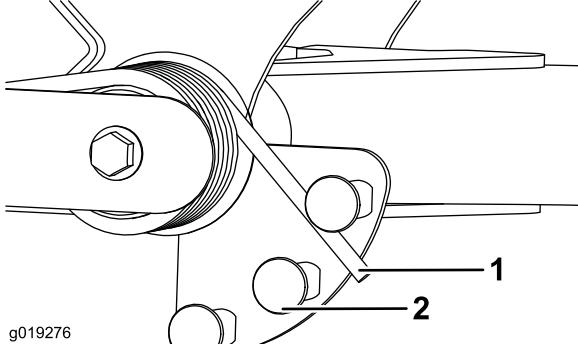

Рисунок 43
- Вставьте трубу или аналогичный предмет в длинный конец пружины и поверните его вокруг пружинного привода в нужное положение (Рисунок 43).